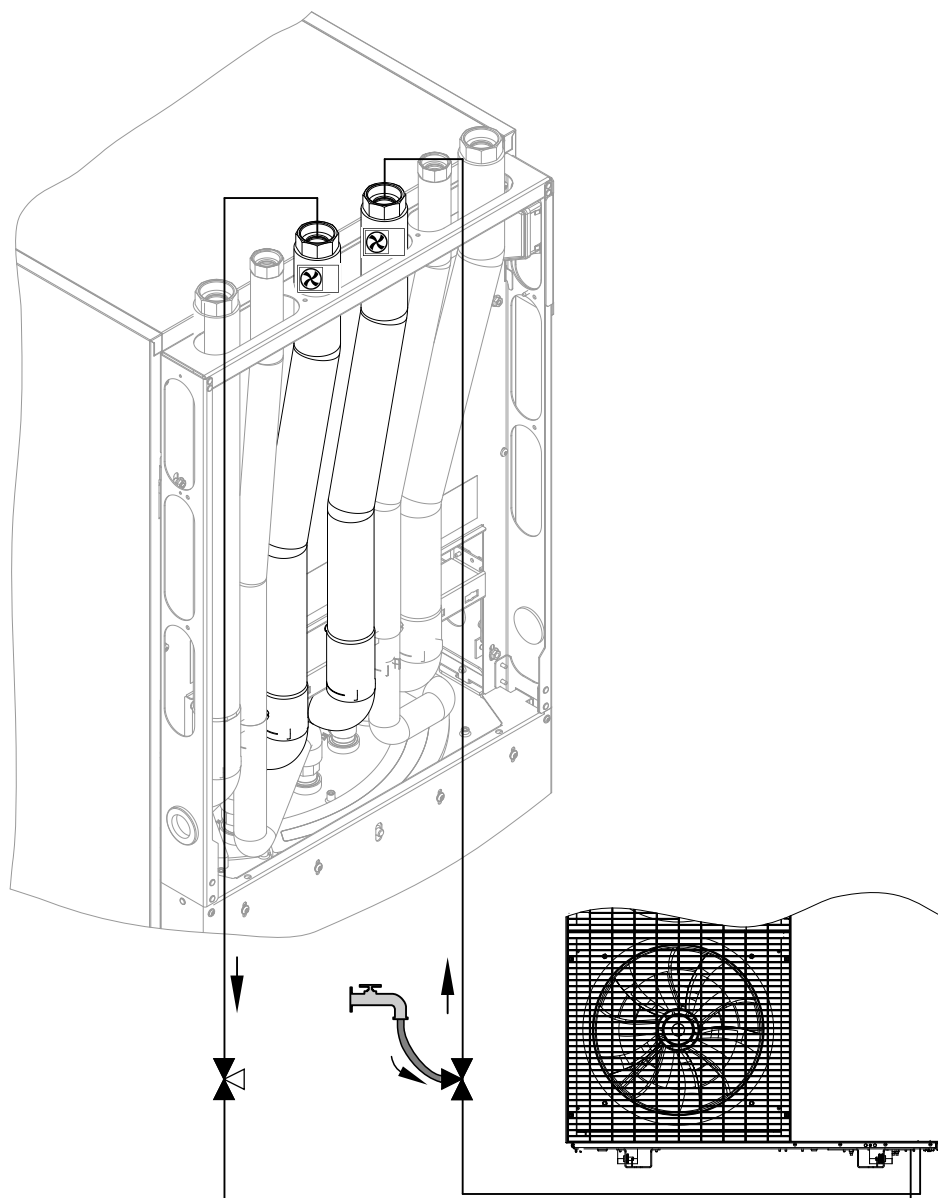

Fig. 68
2. Deschideți robinetul sferic cu 3 căi de pe turul unității externe (intrare agent termic unitate internă) conform fig. 68: **Deschis în toate direcțiile**
3. Deschideți debitul dintre unitatea internă și externă prin robinetul sferic cu 3 căi de pe returul unității externe (ieșire agent termic unitate internă): consultați fig. 68.